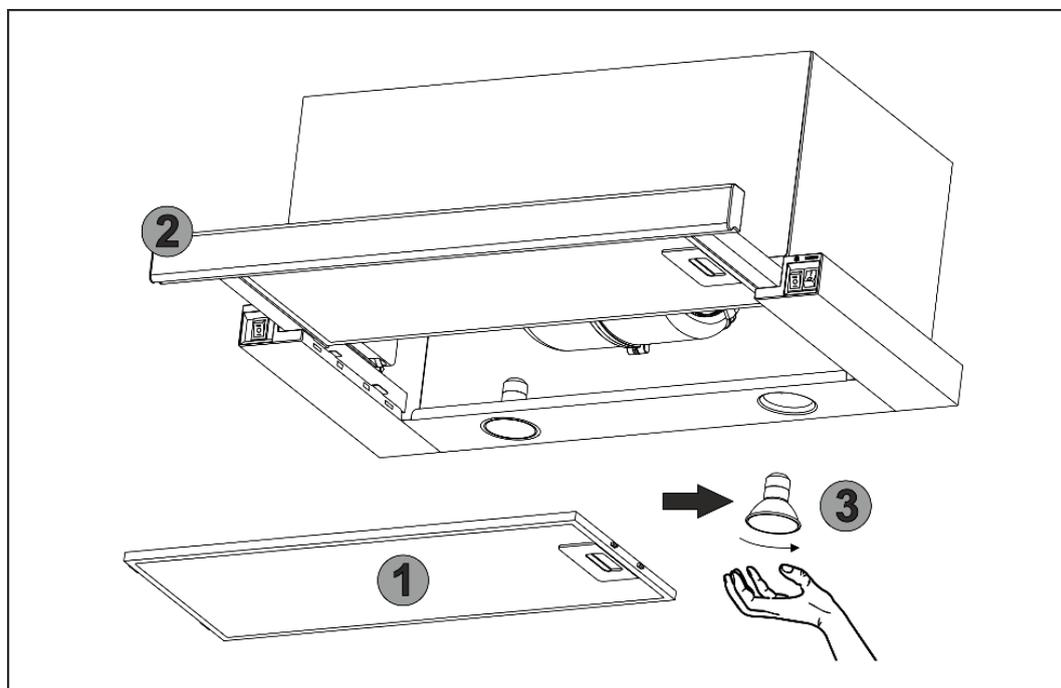

Рис.7
8.9 На витяжці встановленні **LED** лампи для освітлення робочої зони плити. Перед початком заміни ламп освітлення необхідно відключити витяжку від електромережі, дати можливість охолонути лампам. Для заміни лампи необхідно зняти алюмінієвий фільтр **1**, витягнути висувну панель з фільтром **2**, віджати тримач патрона на себе, щоб лампа **3** вийшла з корпусу витяжки, утримуючи тримач патрона, злегка надавити на лампу в напрямку патрона і, повернувши її проти годинникової стрілки, вийняти з корпусу витяжки (**рис.7**).